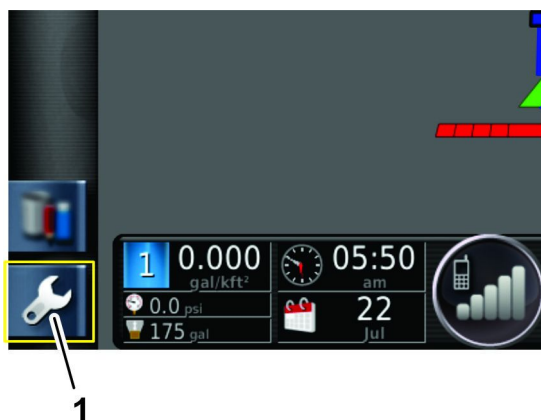

Figura 246
3. Premete l'icona CONFIGURAZIONE sulla schermata principale (Figura 246).